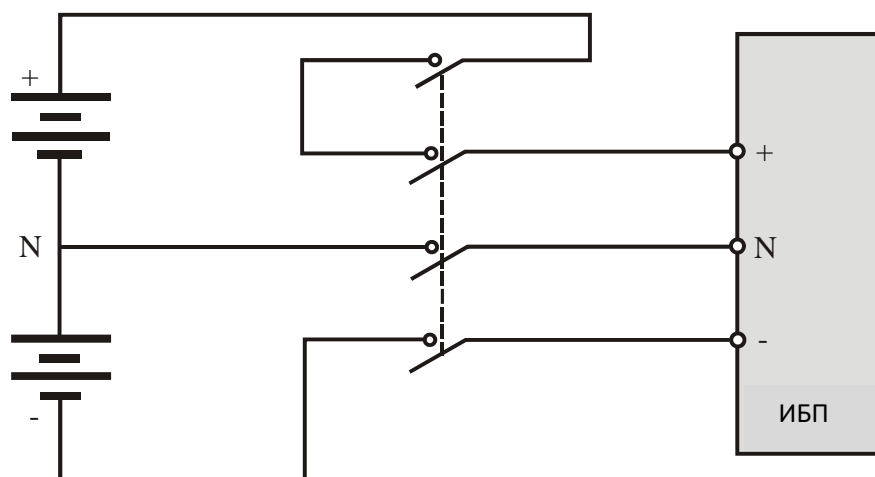

Рисунок 7-2 Схема подключения между аккумуляторной батареей, выключателем батареи и ИБП. Три отходящих кабеля, 30 ~ 44 батарей.
2. Если внешняя аккумуляторная батарея имеет подключение со средней точкой (т.е. три отходящих кабеля от батареи до ИБП, см. Рисунок 7-2), рекомендуется использовать один 4P автоматический DC выключатель в литом корпусе с предельной отключающей способностью 35 кА. Количество последовательно соединяемых аккумуляторов 30-44. На Рисунке 7-2 показаны подключения между аккумуляторной батареей, выключателем батареи и ИБП.